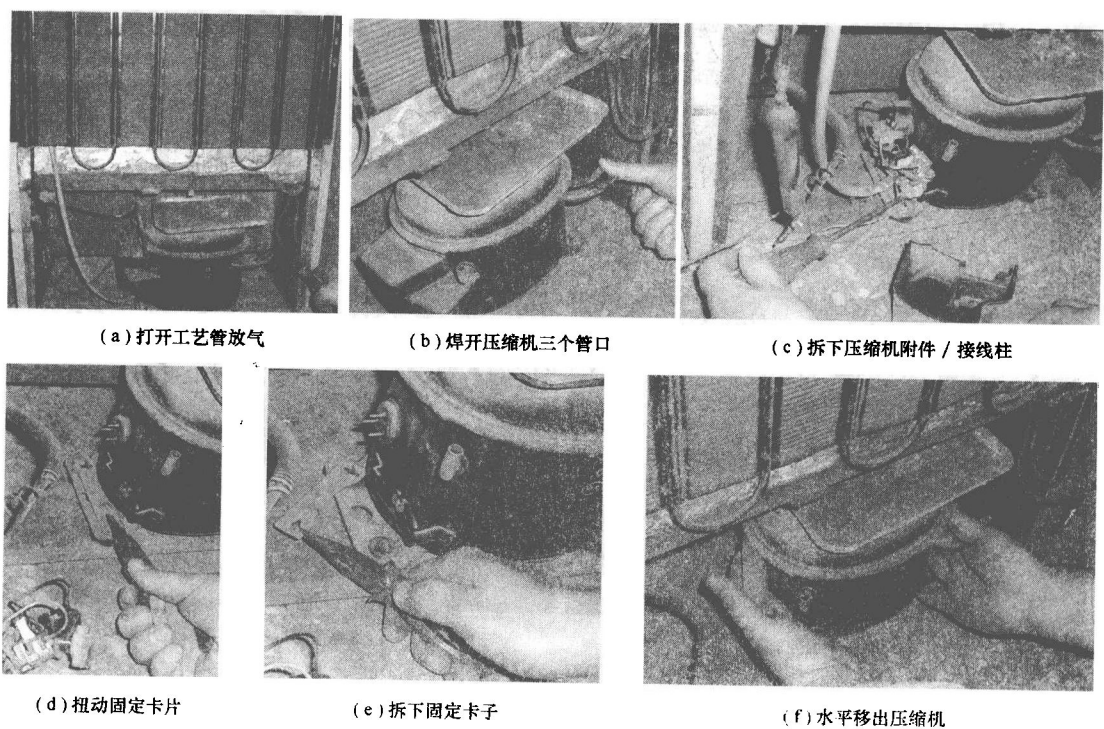
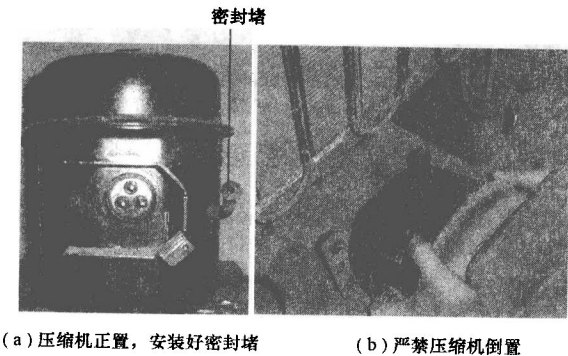

图 1-6 压缩机拆卸方法
图 1-7 压缩机拆装注意事项
(3)压缩机拆装方法。图 1-6 是压缩机拆卸方法,必须在拔掉电源插头、制冷系统放气后进行。图 1-7 是压缩机拆装注意事项,即拆下的压缩机应随手安装好保护帽,防止脏物和空气中的水分进入;拆装过程中压缩机一定要正置,否则可能导致内部吊簧脱落,引起压缩机运行时出现很响的“咣当”声,需开壳恢复。